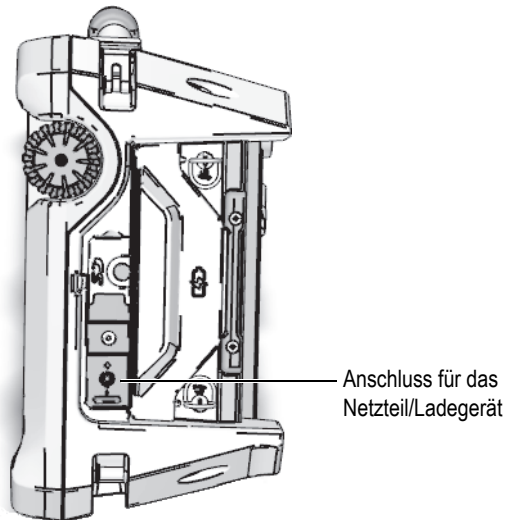

Abbildung 2-3 Anschluss für Netzteil/Ladegerät des OmniScan MX2
2. Öffnen Sie auf der rechten Seite des OmniScan MX2 den Gummiverschluss, der den Anschluss für das Netzteil/Ladegerät verschließt (siehe Abbildung 2-3 auf Seite 42).
3. Schließen Sie das Netzteil/Ladegerät an den Anschluss für Netzteil/Ladegerät des OmniScan MX2 an (siehe Abbildung 2-3 auf Seite 42).